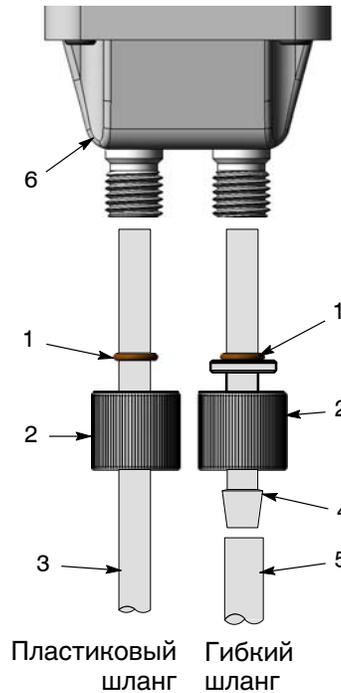

Рис. 7 Монтаж порошковых шлангов
1. См. рис. 7. Отвернуть накидную гайку (2) и снять уплотнительное кольцо (1) с насоса.
2. Надвинуть накидную гайку на пластиковый шланг (3).
4. Протолкнуть пластиковый шланг в сменный блок (6) до конца.
2. Поставить уплотнительное кольцо на переходник шланга (4), чтобы оно прижалось к фланцу переходника.
3. Вставить конец переходника в сменный блок (6).
5. Натянуть гибкий порошковый шланг (5) на завершенный конец переходника.